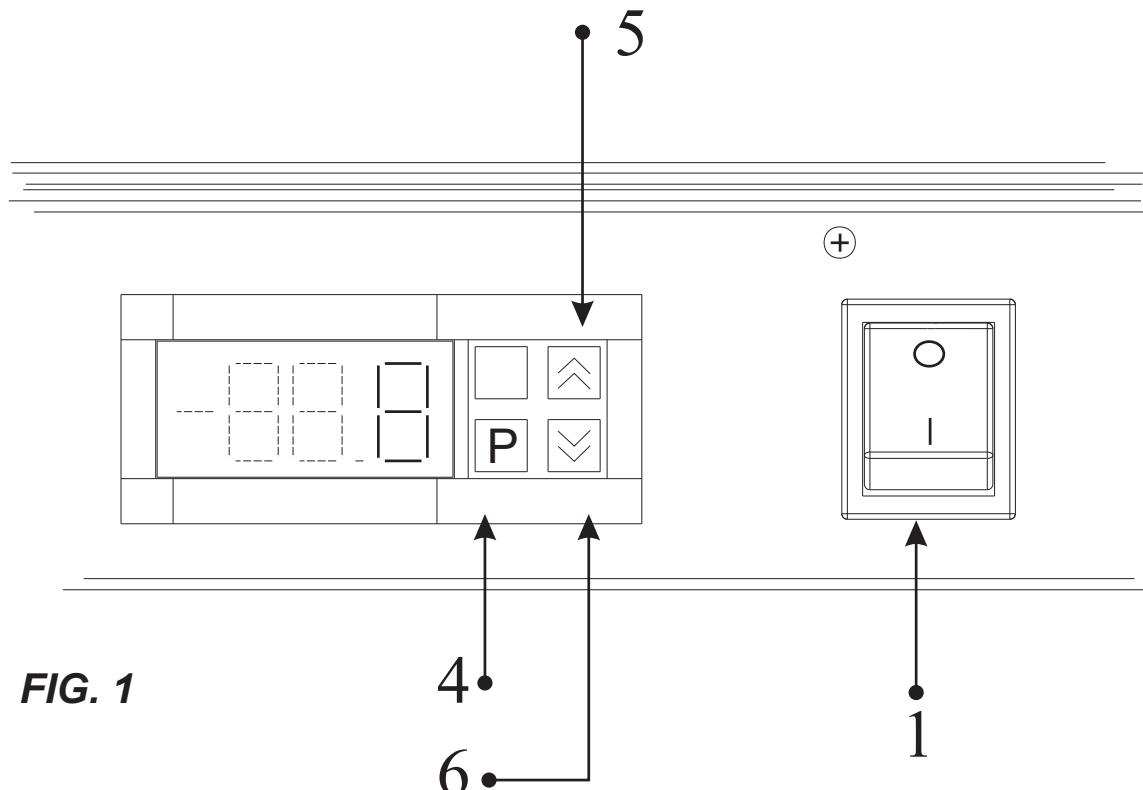

FIG. 1
4.1 EINSTELLUNG (FIG.1) R290 pag 22
4.1 REGLAGE (FIG. 1) R290 pag 22